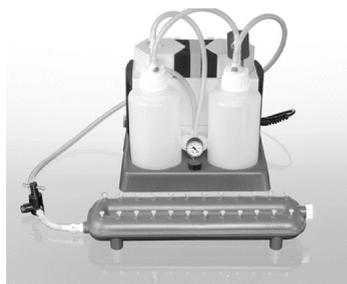

Figura 2. QIAvac 24 Plus, QIAvac Connecting System e Vacuum Pump.
Le colonne QIAamp Mini sono elaborate sul QIAvac 24 Plus mediante VacConnectors monouso e VacValves riutilizzabili. Le VacValves (facoltative) sono inserite direttamente negli slot luer del collettore QIAvac 24 Plus e garantiscono una portata costante, facilitando l'elaborazione parallela di diversi volumi di campione. Si devono utilizzare se le portate del campione differiscono significativamente, per garantire un vuoto costante. I VacConnectors sono connettori monouso che si inseriscono tra le colonne QIAamp Mini e le VacValves o tra le colonne QIAamp Mini e gli slot luer del QIAvac 24 Plus. Impediscono il contatto diretto tra la colonna spin e la VacValve durante la purificazione, evitando così qualsiasi contaminazione crociata tra i campioni. I VacConnectors si gettano dopo un unico utilizzo. A causa dei grandi volumi di soluzione utilizzati, è richiesto il QIAvac Connecting System (o una configurazione simile con flaconi di scarto) (vedere Figura 2).
- La pressione indotta dal vuoto è la pressione differenziale tra l'interno del collettore da vuoto e l'atmosfera (pressione atmosferica standard 1013 millibar o 760 mm Hg) e può essere misurata utilizzando il QIAvac Connecting System (vedere Figura 2). I protocolli richiedono una pompa da vuoto in grado di produrre un vuoto da -800 a -900 mbar (ad esempio, QIAGEN Vacuum Pump). Evitare pressioni indotte da vuoto più elevate. L'uso di pressioni indotte da vuoto inferiori a quelle raccomandate può ridurre la resa e la purezza dell'acido nucleico e aumentare il rischio di intasamento delle membrane.